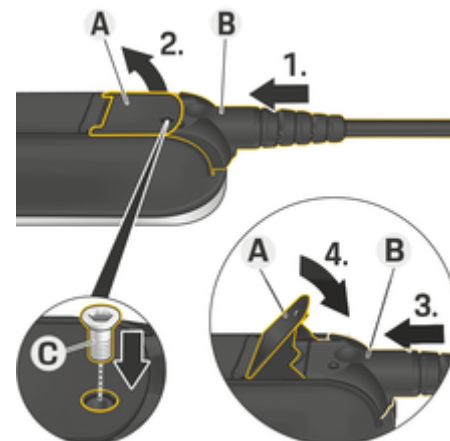

Рис. 9: Закрепление кабеля и фиксация штекера
- ✓ Рычаг **А** (Рис. 9) закрыт.
- 1. Вставьте штекер **В** (Рис. 9) в панель управления до появления первого сопротивления.
- 5. Закрепите штекер **В** винтом **С** (Рис. 9) на панели управления.